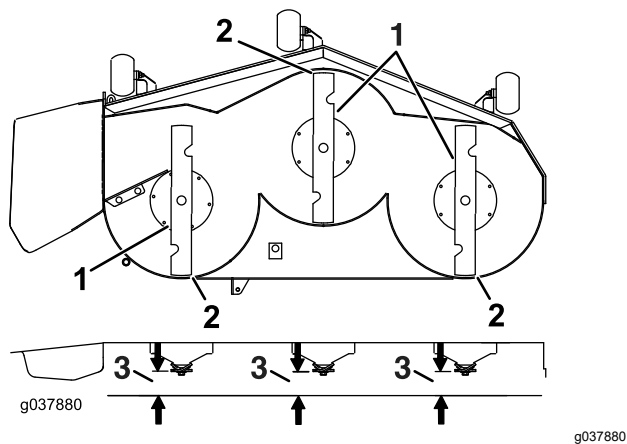

Figure 89
7. Vérifiez l'inclinaison avant/arrière des lames (Figure 89). Vérifiez que la pointe avant de la lame est plus basse que la pointe arrière, comme montré dans le tableau de hauteur de cales et d'inclinaison. Si un réglage est nécessaire, poursuivez cette procédure.